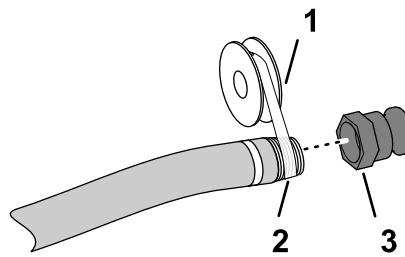

Figure 4
5. Appliquer le ruban d'étanchéité au PTFE (Figure 4) sur le filetage du raccord du flexible de remplissage (NPT 1").
6. Vissez le raccord rapide femelle sur le flexible de remplissage et serrez-le à la main (Figure 4).